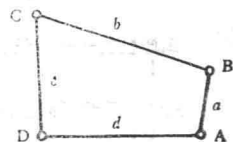

图 1·1
1.7 图1·1为铰链四杆机构,设杆 a 最短,杆 b 最长。试用符号和式子表明构成基本铰链四摇机构的条件。
1.8 若图1·1 $a=25\text{cm}$, $b=60\text{cm}$, $c=40\text{cm}$, $d=55\text{cm}$ 。分别固定杆 a 得_____机构; 固定杆 b 得_____机构; 固定杆 c 得_____机构。